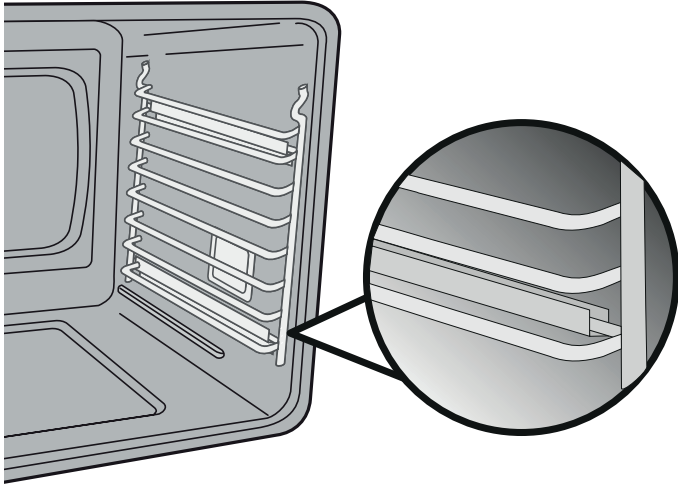

Figura 12: Soportes de parrilla de escalera
1. Coloque el gancho de las parrillas de escalera hacia arriba en los soportes de apoyo que están situados en los lados del horno (consulte la figura 12).